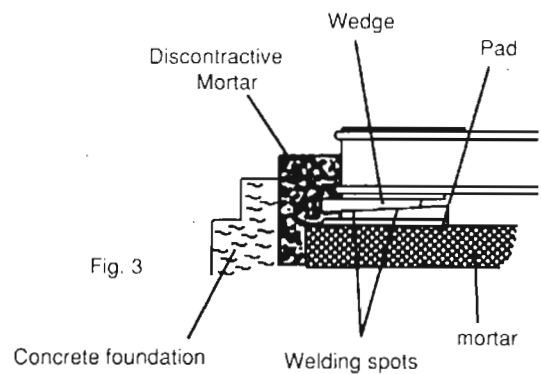

Fig. 3
- (d) La placa de asiento o cama deben empotrarse en una cimentación de concreto tal y como se ilustra en la Fig. 3. Los cojinetes rígidos deben instalarse por debajo de las calzas, las cuales son soldadas en varios puntos separados aproximadamente 400-500mm (15.75-19.70 pulgadas) etc., para permitir que la cimentación cargue el peso del motor de forma pareja.